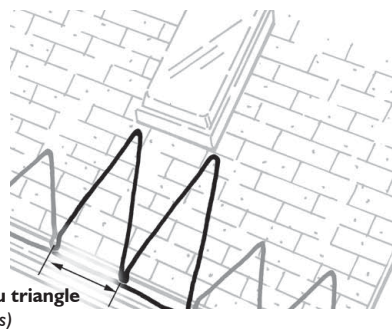

Figure 5. Parcours du triangle près d'un puits de lumière
• **Parcours pour les puits de lumière** : Les sections de puits de lumière qui posent problème sont aussi traitées avec l'approche du «parcours du triangle». Cependant, il serait préférable que la hauteur des triangles soit plus grande que celle du long de la ligne de toiture. Augmenter la hauteur du triangle afin qu'elle s'étende à une rangée de bardeau (5 1/2 po) au-dessous du puits de lumière. La base du triangle est maintenue à 15 po (Voir Figure 5).